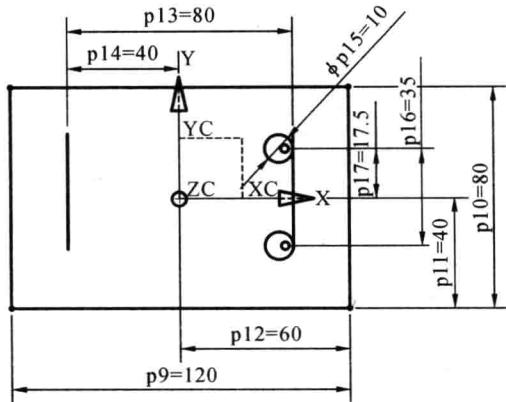

图 1-12 约束另一个圆与直线的位置
(9) 按照第(8)步的方法进行另一个圆与直线的位置约束,如图 1-12 所示。